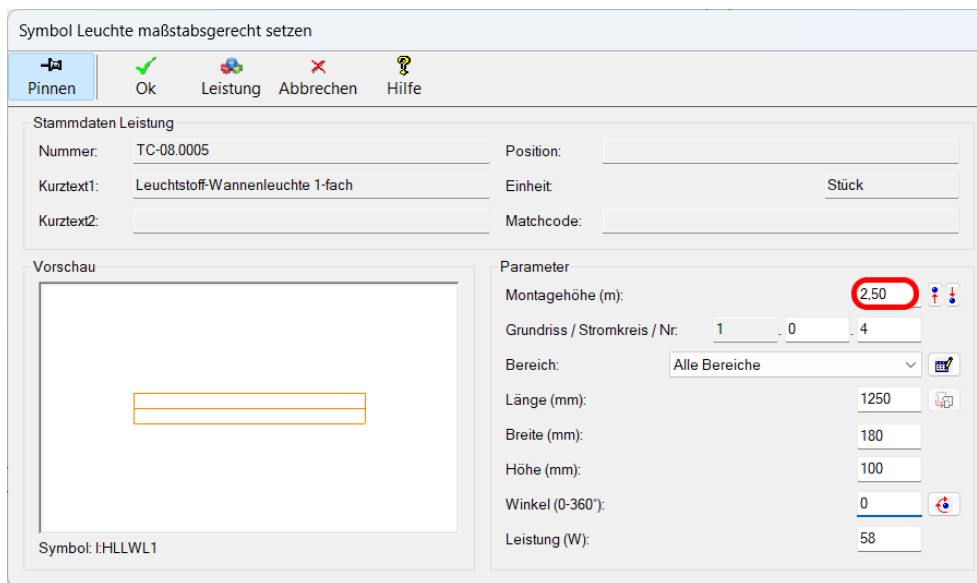

Abbildung 2.4.19: Parameterdialog zum Setzen der Leuchte
3. Übernimm als Montagehöhe für die Leuchte **2,50 (m)** (voreingestellte Deckenhöhe) und nehme die Einstellungen der Abmessungen entsprechend der nachfolgenden **Abbildung 2.4.19** vor. Bestätige die Angaben anschließend mit der Schaltfläche **OK** oder der Taste **[EINGABE]**.